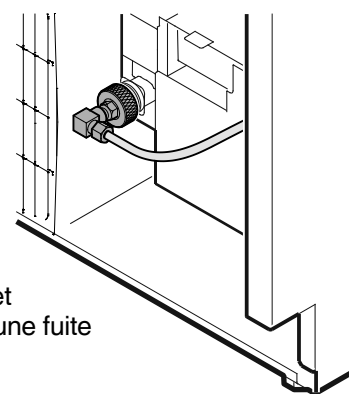

Figure 16
6. Connecter le conduit d'eau à l'adaptateur dans la configuration correspondante, selon le type de conduit d'alimentation en eau utilisé. La Figure 16 illustre comme exemple la configuration comportant un conduit en cuivre.
8. Visser l'adaptateur sur l'électrovanne (**Figure 16**).